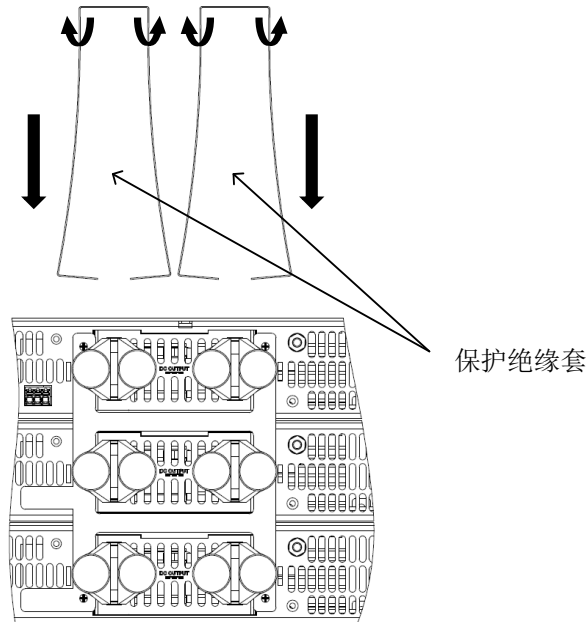

图 4-63: 10V-40V 导线保护绝缘套安装
6. 在安装母线保护盖之前，先安装保护绝缘套。保护绝缘套是柔性的，开口位于其底部。打开绝缘套，通过在母线上滑动来覆盖母线，如图 4-63 所示（所示为 15kW, 10V 机型，也适用于 10kW-15kW, 10V-40V 机型）。